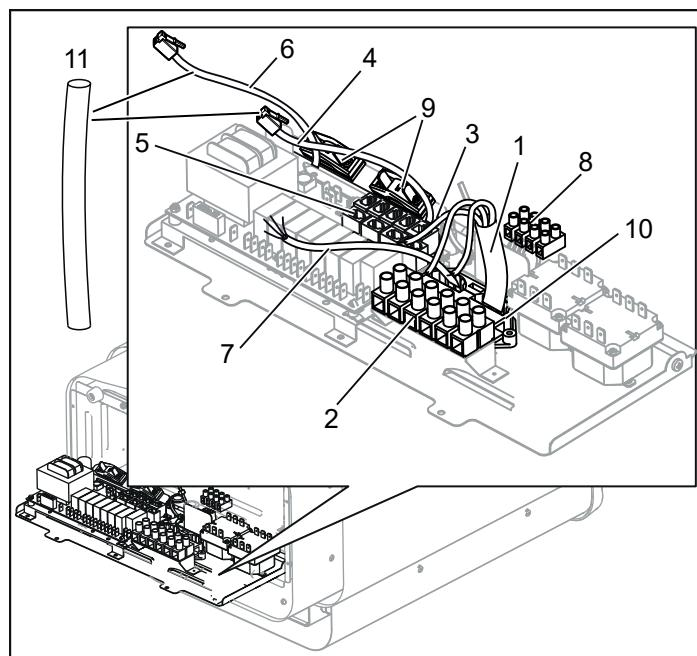
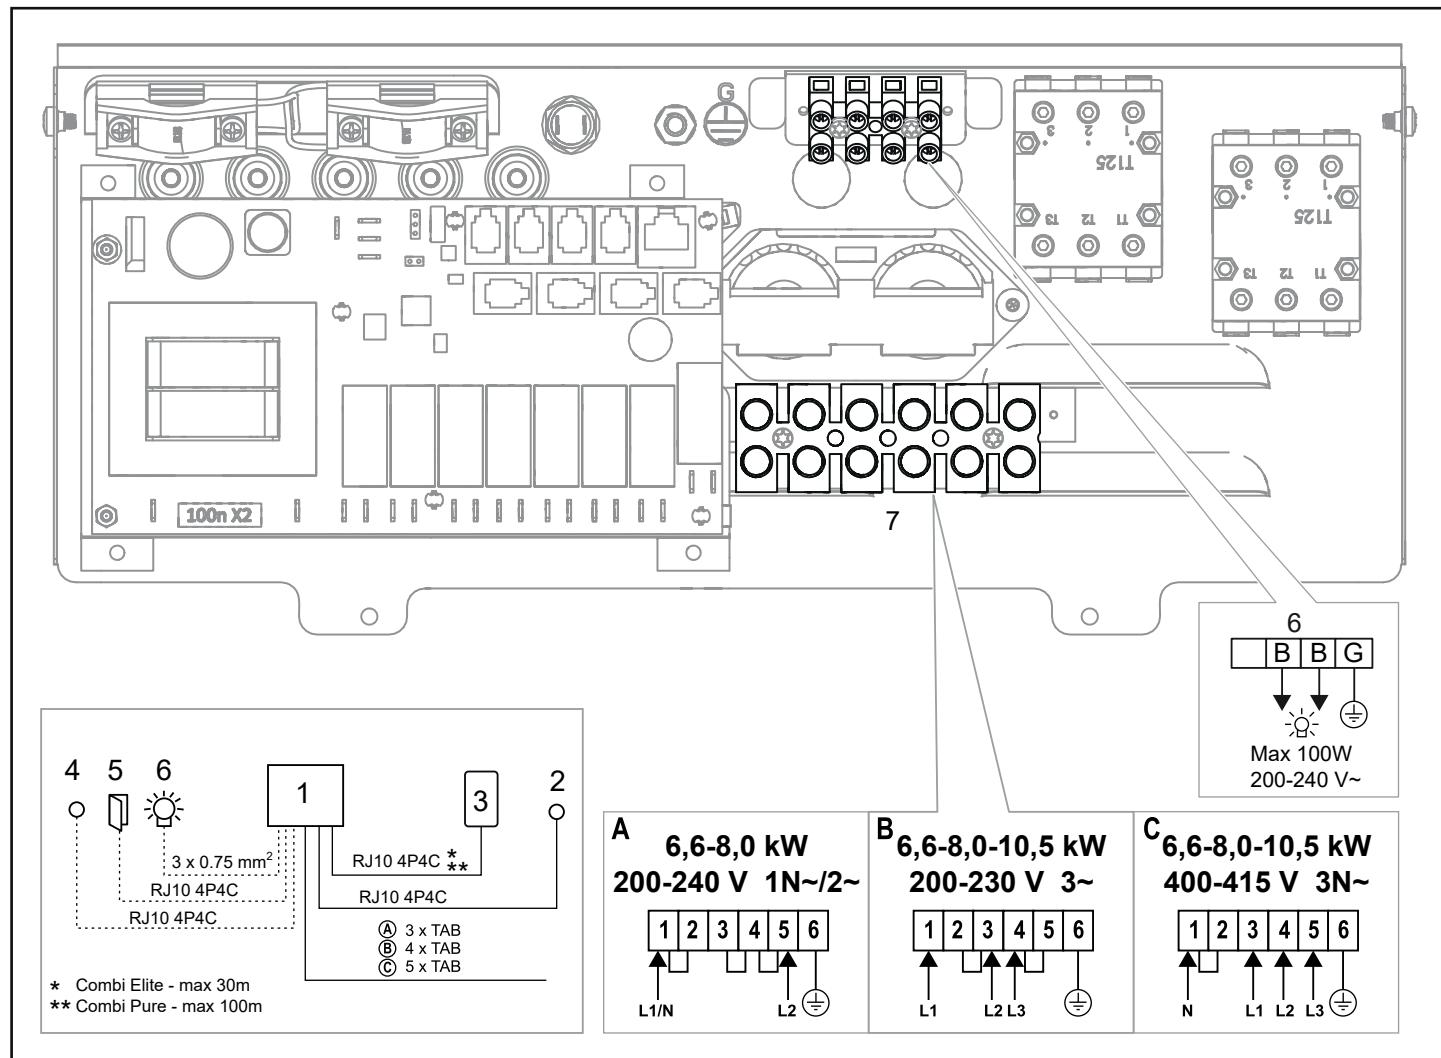
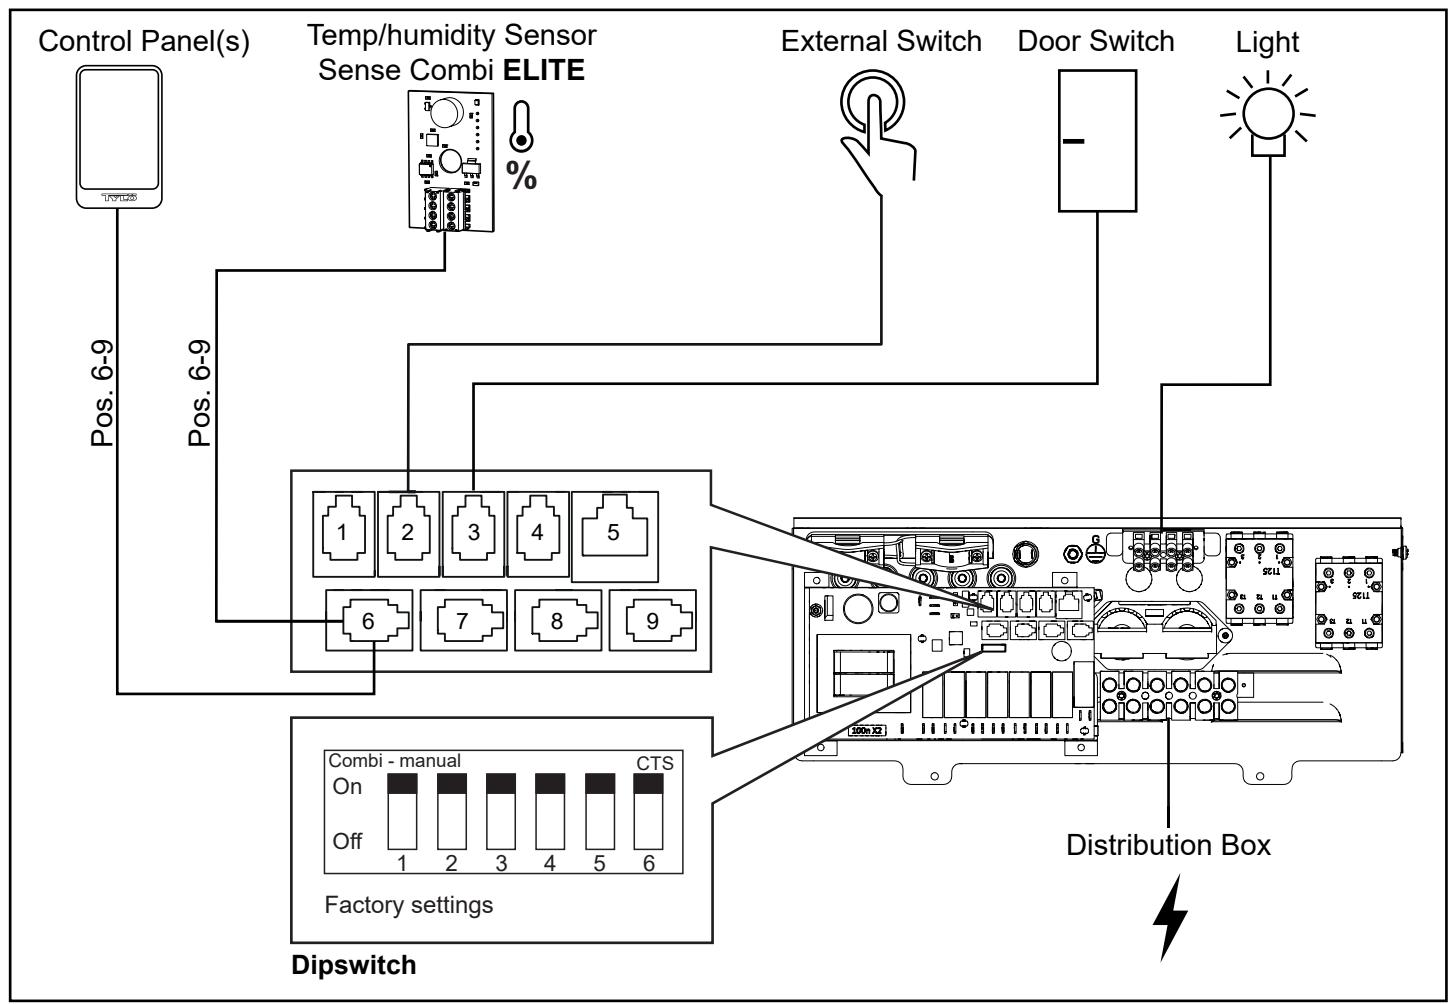

Figure 10 : Circuit imprimé
Figure 17 : Schéma de branchement
Figure 19. Schéma d'installation Sense Combi Elite
4. Raccordez le câble électrique (voir figure 10), en suivant le schéma de raccordement (voir figure 17).
5. Acheminez les câbles du panneau de commande et de la sonde de température à travers les passe-câbles (voir figure 10). Raccordez le câble du panneau de commande à l'un des quatre connecteurs RS485 (positions 6-9) (voir figure 19, 20).
Combi Elite : Raccordez le câble des sondes d'humidité et de température à l'un des quatre connecteurs RS485 (pos. 6-9), (voir figure 19).
7. Raccordez, le cas échéant, le câble de l'éclairage (voir figure 10) en suivant le schéma de raccordement (figure 17).
Pour un raccordement à d'autres tensions ou d'autres nombres de phases ne figurant pas sur le schéma de raccordement (figure 17), contactez le service de maintenance Tylö.